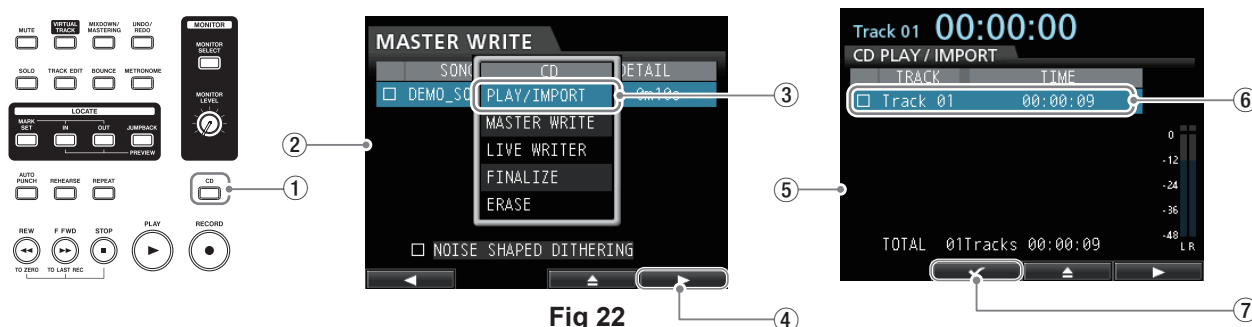

Fig 22
- Press the **CD** button (Fig. 22-①) to open the **CD menu** (Fig. 22-②).
- Use the **JOG/DATA** dial to select **PLAY/IMPORT** from the **CD menu** (Fig. 22-③).
After selection, press the **F4** button, which corresponds to the [▶] icon at the bottom right of the screen (Fig. 22-④), to open the **CD PLAY/IMPORT** screen (Fig. 22-⑤).
- Select the track written to the CD-RW disc from the list on the **CD PLAY/IMPORT** screen (Fig. 22-⑥).
If the box is checked, press the **F2** button, which corresponds to the "✓" icon (Fig. 22-⑦), to remove the check mark.
- **CD** ボタン (Fig22-①) を押して、**CD MENU** (Fig22-②) を表示させる。
- カーソルを **JOG/DATA** ダイアルで操作し、**CD MENU** 上の "**PLAY/IMPORT**" (Fig22-③) を選択する。
選択後、画面右下の [▶] マーク (Fig22-④) に対応する **F4** ボタンを押して、[**CD PLAY/IMPORT**] リスト画面 (Fig22-⑤) に移動する。
- [**CD PLAY/IMPORT**] リスト画面からCD-RWディスクに書き込んだ **TRACK** (Fig22-⑥) を選択する。
[✓] マークが入っていた場合、[✓] マーク (Fig22-⑦) に対応する **F2** ボタンを押して、[✓] マークを解除する。